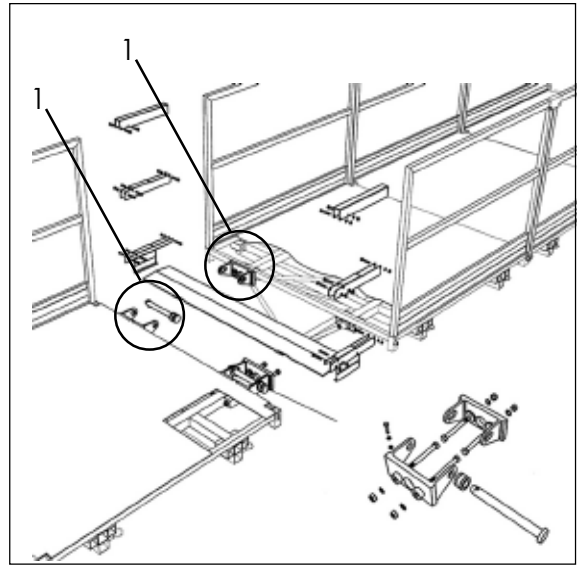

Рисунок 4.28 Монтаж половин шарнира к средней платформы.
7. После получения требуемой длины установить напротив половины шарнира до средней платформы, а также до платформы второй машины. Потом подъехать второй машиной к машине, в которой установлена средняя платформа, вплоть до соприкосновения половин шарнира. Обеспечить её шкворнями. См. рисунок 4.28. Обратите внимание, чтобы элементы уравнивания находились на своём месте.